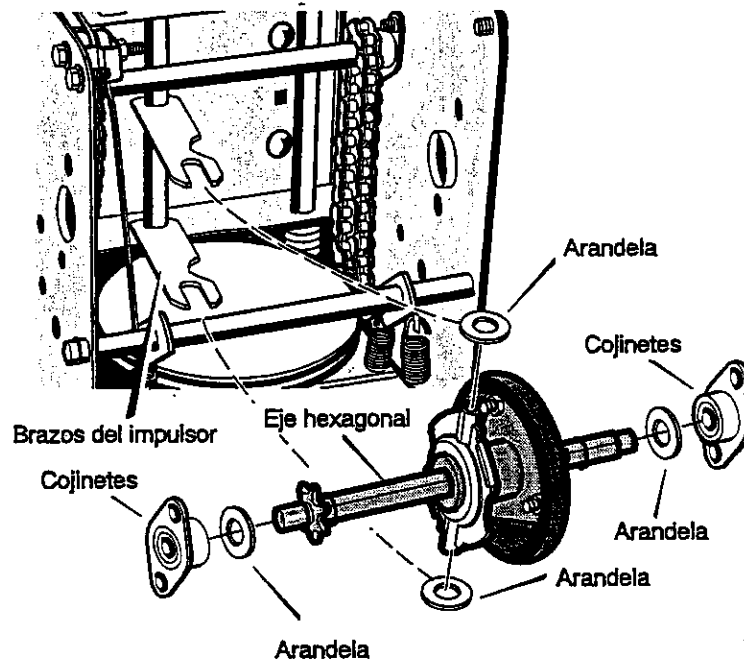

Figura 89
14. Instale el eje hexagonal y los cojinetes con los cuatro pernos que quitó antes (Figura 89).